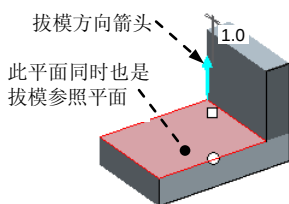
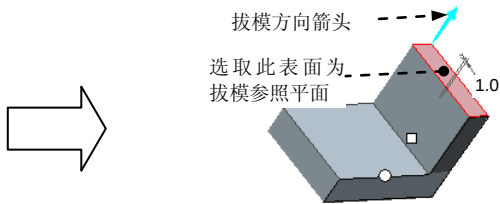

图 5.15.5 拔模参照平面
图 5.15.6 拔模参照平面
Step5. 选取拔模方向参照及改变拔模方向。一般情况下不进行此步操作, 因为在用户选取拔模枢轴平面后, 系统通常默认地以枢轴平面为拔模参照平面 (见图 5.15.5); 如果要重新选取拔模参照, 例如选取图 5.15.6 所示的模型表面为拔模参照平面, 则可进行如下操作:
- (2) 选取图 5.15.6 所示的模型表面。如果要改变拔模方向, 可单击按钮 .